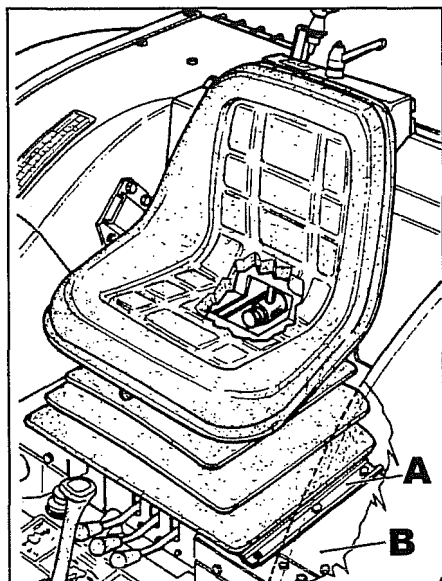

Fig. 1
- 1 Desconectar la hoja izquierda **A** fig. 1 que fija la protección soporte asiento.
Quitar la chapa **B** fig. 1 de protección.